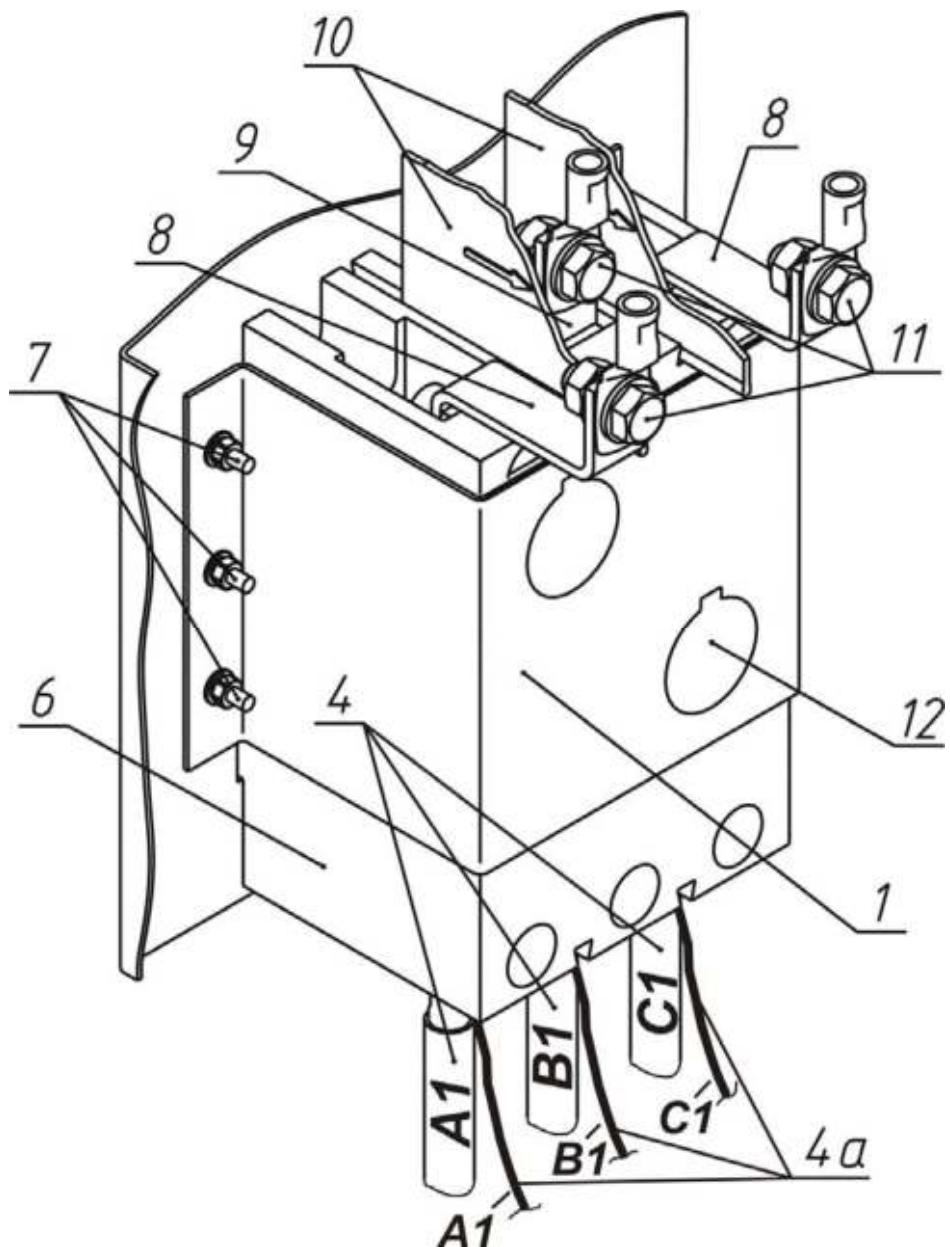

Рис.2
- установить на выключатель автоматический поз.6 две шины поз.8 и шину поз.9 как показано на рис. 2 при помощи крепежных деталей, входящих в комплект выключателя;
- подключить кабели А1, В1 и С1 (поз.4 рис.2) и провода жгута А1, В1, С1 (поз.4а рис.2) к контактам 2, 4 и 6 выключателя автоматического поз.6 соответственно при помощи крепежных деталей, входящих в комплект выключателя;
- установить две изоляционные пластины поз.10 в пазы выключателя автоматического поз.6 как показано на рис.2;